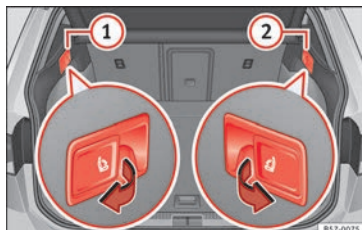

Fig. 144 Dans le coffre à bagages : leviers de déverrouillage à distance des parties gauche (1) et droite (2) de la banquette arrière.
- Tirez le levier de déverrouillage à distance de la partie gauche » fig. 144 (1) ou droite (2) du dossier dans le sens de la flèche. La partie débloquée du dossier arrière se rabat automatiquement vers l'avant.